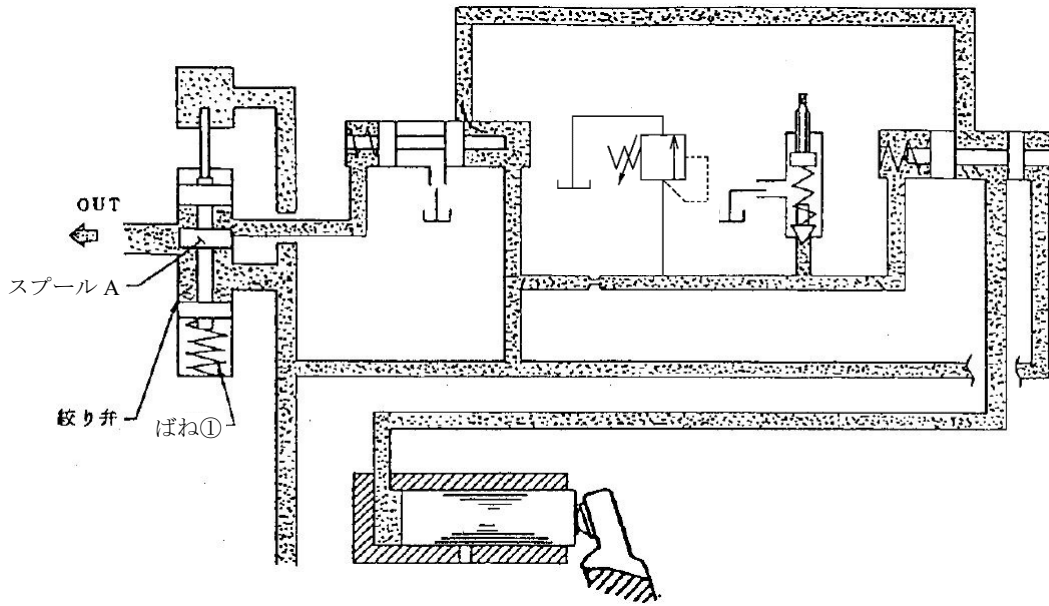

図 3.2 作動原理図(ロードセンシング(FC)弁動作)
絞り弁前後の差圧が大きいため、絞り弁入口側圧力がばね力に打ち勝ち、ロードセンシング (FC) 弁スプール B は図 3.2 の状態となり圧油が操作ピストンに作用し、クレイドルの傾き角が小さくなり吐出し量が減少します。